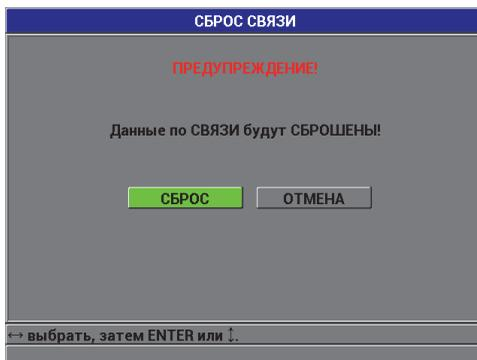

Рис. 8-9 Экран СБРОС СВЯЗИ – Предупреждение
2. В подменю СБРОС выберите СОЕДИНЕНИЕ, чтобы отобразить окно СБРОС СВЯЗИ (см. Рис. 8-9 на стр. 159).